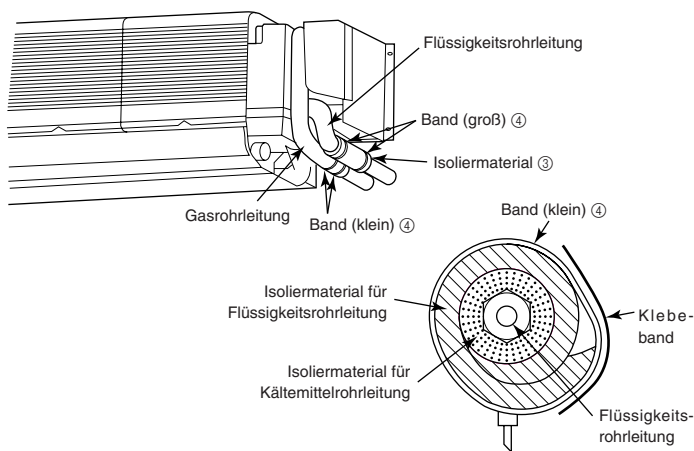

Fig. 4-6
4.4. Rohrleitungen für Kältemittel (Fig. 4-6)